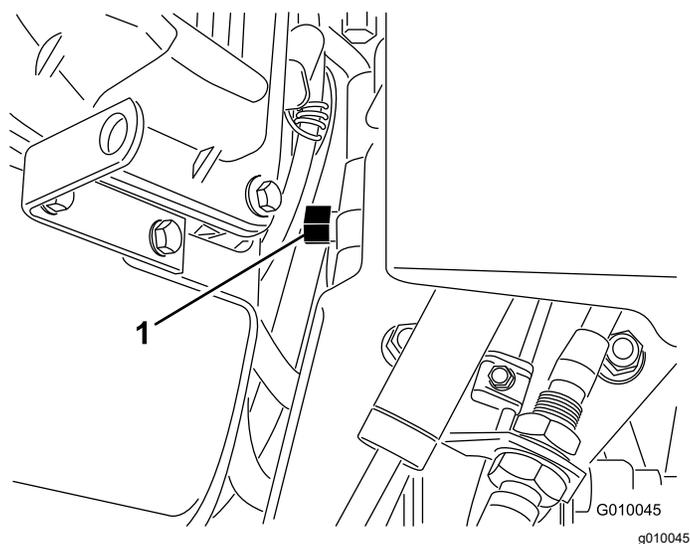

図 29
2. エンジンと油圧ポンプの途中に配置されているバイパスバルブを探し出す 図 29。
3. レンチ 3/8" を使ってバイパスバルブを左回りに 1 回転させる。これで油圧回路がバイパスされ、車輪が自由に回るようになります 図 29。
5. 運転を再開するには、バイパスバルブを右回りに1回転させる 図 29。